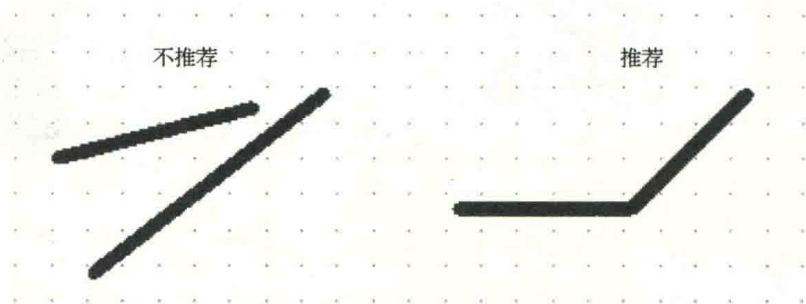

图 9-65 任意角度走线和 135° 走线
(1) 为满足国内制板厂的生产工艺能力要求,常规扇孔拉线线宽大于或等于 4mil (0.1016mm) (特殊情况可用 3.5mil, 即 0.0889mm); 小于这个值会极大挑战工厂的生产能力,报废率提高。
(2) 不能出现任意角度走线,任意角度走线会挑战工厂的生产能力,很多在蚀刻铜线时出现问题,推荐 45° 或 135° 走线,如图 9-65 所示。